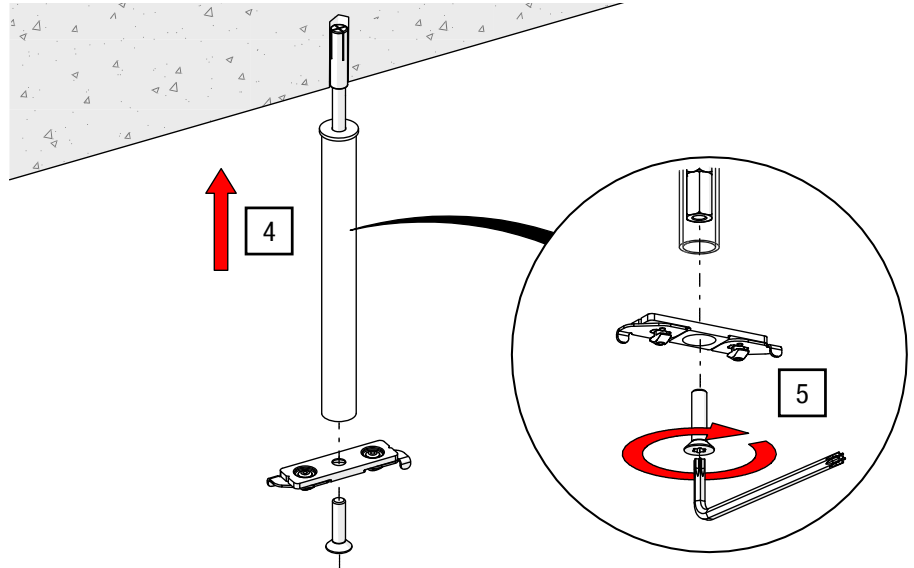

Abb. 35: Deckenabhängung – Halteplatte an Abhängung anschrauben
4. Schieben Sie das Rohr auf die im Einschlaganker eingeschaubte Gewindestange (siehe Abb. 35).
5. Verschrauben Sie die G-TRACK Montageplatte an der Verbindungsmutter mit einem TORX®-Schlüssel T30 mit 14 Nm (siehe Abb. 35).